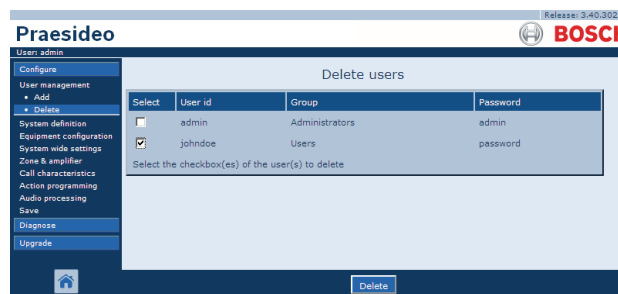

Abb. 41.6: Benutzer löschen, Schritt 2
- 2 Aktivieren Sie das Kontrollkästchen vor dem zu löschenden Benutzerkonto (siehe Abb. 41.6).